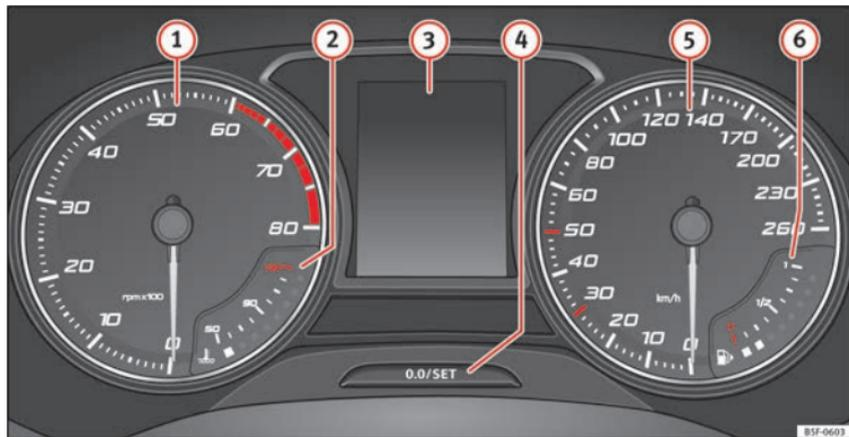

Fig. 120 Quadro strumenti nel cruscotto.
Spiegazioni sugli strumenti »» fig. 120:
Il contagiri indica il numero di giri del motore al minuto » **fig. 120** ⓘ.
La lancetta del contagiri ⓘ » **fig. 120** dovrebbe rimanere il meno possibile nel settore rosso, altrimenti si rischia di danneggiare il motore.
All'accensione del quadro strumenti, sul display » **fig. 120** ⓘ vengono visualizzate informazioni differenti, a seconda dell'equipaggiamento del veicolo:
- Premere brevemente il pulsante ►► **fig. 120**  per riportare il contachilometri parziale a 0.
- Per regolare l'orologio, mantenere premuto il pulsante ►► **fig. 120**  per più di 3 secondi per selezionare l'indicatore delle ore o dei minuti.
Mantenere premuto il pulsante ►► **fig. 120**  per più di 15 secondi per visualizzare le lettere distintive del motore (MKB) del veicolo. A tal fine, l'accensione deve essere inserita e il motore spento. ►►
L'indicatore della temperatura del liquido di raffreddamento **(2)** » » **fig. 120** funziona solo a quadro strumenti acceso. Per evitare danni al motore si raccomanda di seguire i consigli riportati qui di seguito.